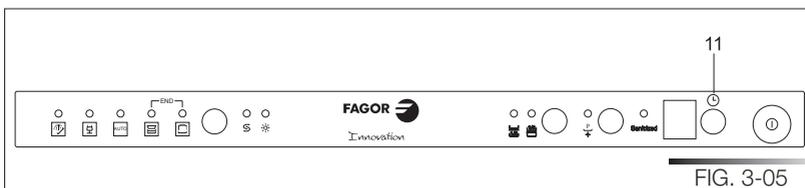

FIG. 3-05
Pulse y mantenga pulsado el pulsador de **retraso del programa** (ref. 12 fig. 3-05) hasta que aparezca el valor predefinido, seguido del punto (en general **3.**). Suelte el pulsador, luego vuelva a pulsarlo repetidas veces para visualizar el valor deseado, según la tabla (véase la tab. 3-03).